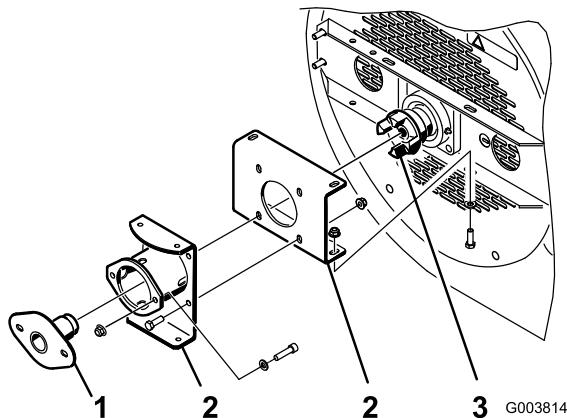
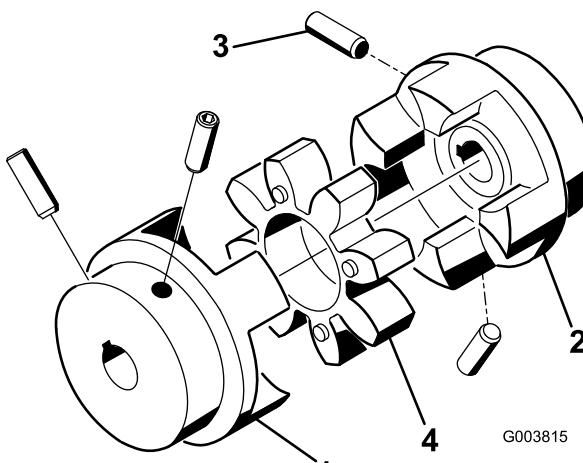

Figura 9
Figura 10
1. Accertatevi di avere montato le staffe sull'alloggiamento del soffiatore lasciando i bulloni e i dadi lenti (Figura 9).
2. Inserite l'attrezzo di allineamento dei cuscinetti attraverso le staffe di montaggio e quindi nell'accoppiatore della ventola (Figura 9). Accertatevi che l'elemento a stella (Figura 10) non sia inserito nell'accoppiatore.
- Le viti a pressione che fissano gli accoppiatori (Figura 10) degli alberi del motore e della ventola vanno serrate a una coppia compresa tra 6,5 e 9,2 Nm.